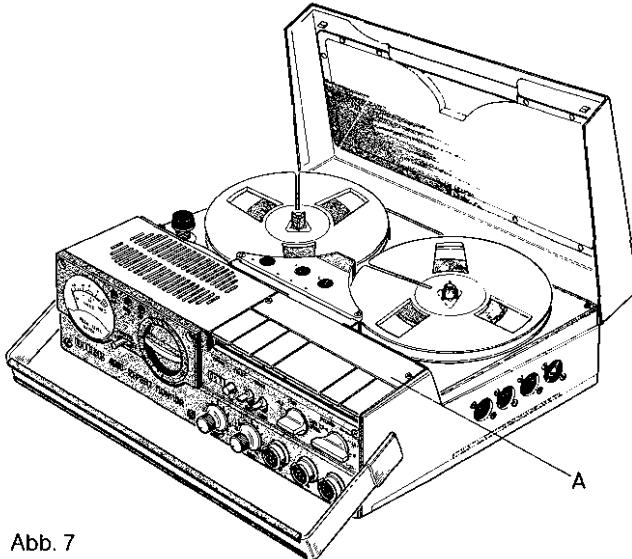
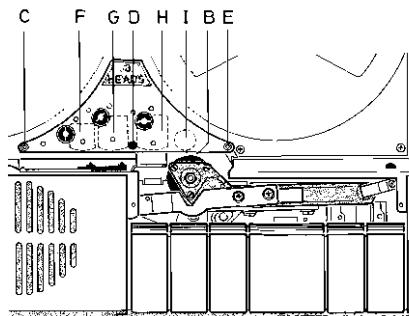

Abb. 7
Abb. 8
Zur Reinigung entfernen Sie bitte die Abdeckplatte (A) unmittel-bar hinter den Drucktasten (siehe Abbildung 7). Andruckrolle (B), Bandführungen (C, D, E) und Tonköpfe F, G, H) werden dann leicht zugänglich und können mit dem im UHER Spezial-Reinigungssatz Z 172 enthaltenen Mitteln gereinigt werden. Auch die Tönwelle (I) ist von möglicherweise anhaftenden Staub- oder Schichtteilchen zu reinigen (siehe Abb. 8).